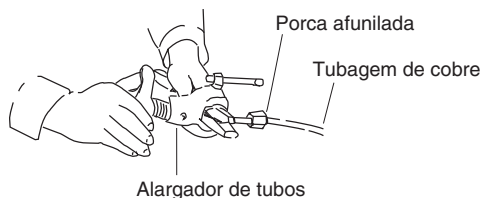

Fig. 5-3
- (3) Retire a porca afunilada da unidade e certifique-se de que a monta no tubo de cobre.
- (4) Faça um funil na extremidade do tubo de cobre com uma ferramenta de afunilamento. (Fig. 5-3)